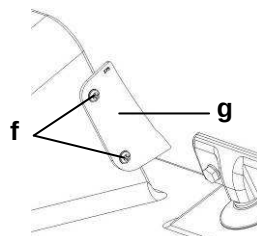

Рис.11
- Ослабить винты (f) защитного устройства (g) сзади ломтерезки соответствующей отверткой и снять его. (Рис. 11).